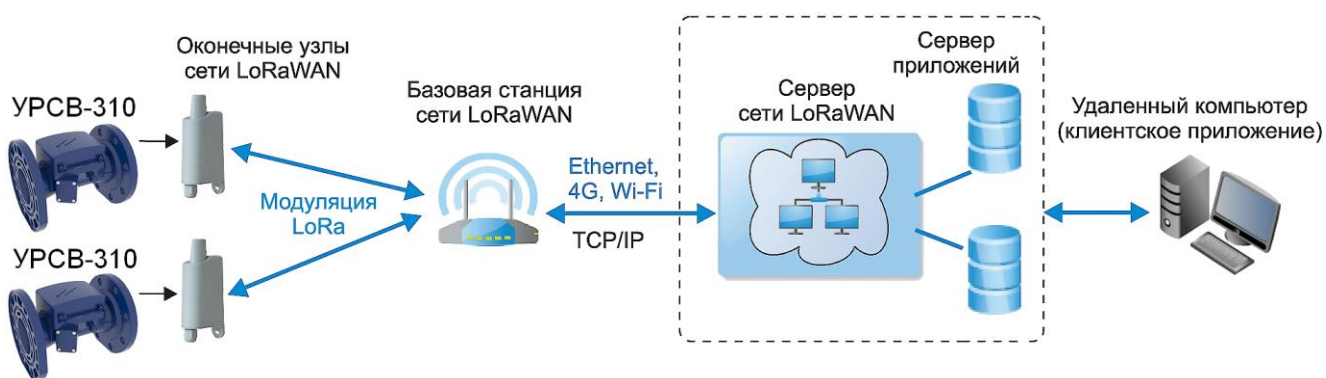

Рис.31. Схема организации обмена по LoRaWAN сети.
7.1.3. Принцип работы LoRaWAN сети приведен на рис.31.